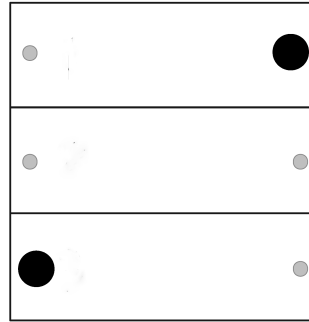

Bild 7: Programmiermodus für Szenentasten aktivieren
- Tasten oben rechts und unten links gleichzeitig 4 Sekunden drücken (Bild 7). Die linke rote LED blinkt langsam. Funksender befindet sich für ca. 1 Minute im Programmiermodus.
- Tasten oben rechts und unten links gleichzeitig kurz drücken (Bild 7). Alle Funktionen werden beendet. Linke Status-LED leuchtet grün bei Programmierung als Kanaltasten. Rechte Status-LED leuchtet grün bei Programmierung als Szenentasten.